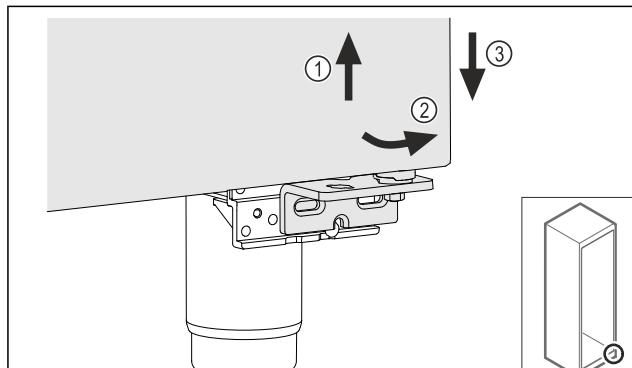

Fig. 26
► Lagano podignite vrata Fig. 26 (1), dolje ih nagnite prema naprijed Fig. 26 (2) i spustite Fig. 26 (3).